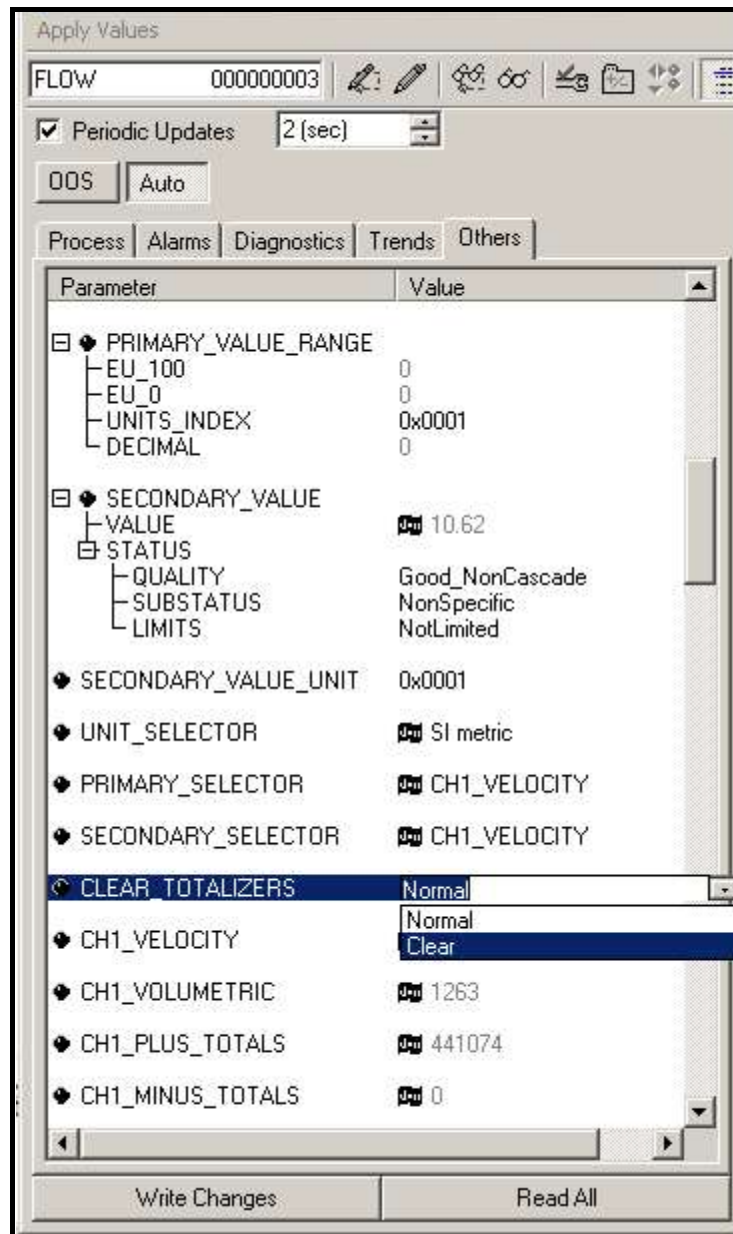

Figura 62: Borrar lista desplegable de contadores
3. Seleccione Borrar en el cuadro de lista desplegable (ver *Figura 62* abajo).